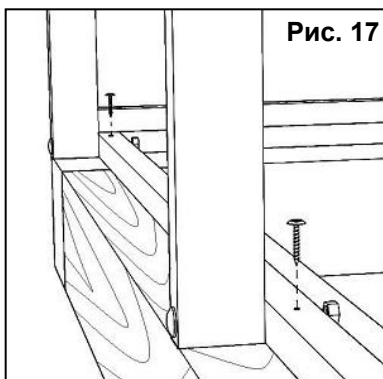

Рис. 17
6. Засыпьте траншею землей и утрамбуйте таким образом, чтобы нижняя часть поликарбоната полностью была засыпана грунтом. При установке теплицы на фундамент необходимо закрепить ее к фундаменту, предварительно просверлив отверстия в нижних прямых и в пороге как показано на рис. 17.